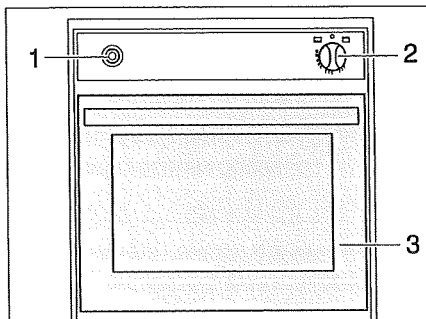

Bild 127 Gasugn
- Öppna ugnsluckan (Bild 127,3) helt.
- Tryck lätt på vridregulatorn (Bild 127,2) och ställ den på "UGN" (ugn) eller "GRILL" (grill).
- Tryck på vridregulatorn (Bild 127,2) under 5 till 10 sekunder. Gasen strömmar till brännaren.
- Tryck på tändaren (Bild 127,1) tills lågan tänds.
- Ställ vridregulatorn (Bild 127,2) på "0". Flamman slocknar.